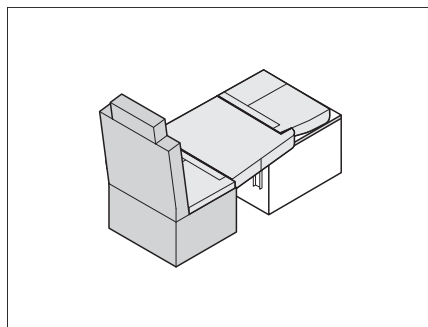

Fig. 194 Positionner les coussins d'assise
- Placer les coussins d'assise et supplémentaire comme montré dans Fig. 194.